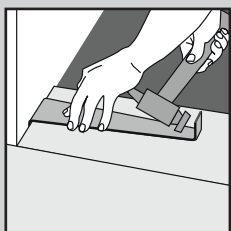

Rys. 3b
4. Rozpocząć drugi rząd, mocując pióro do wpustu metodą klik; deskę trzymać pod kątem (około 30°), a następnie wstukać deskę/plytkę ciasno we wpust pierwszego rzędu. Kolejną deskę/plytkę zamontować, ostrożnie, łączyć pióro i wpust po długiej stronie (Rys. 3). Płytki i deski należy montować przesunięte względem siebie, aby cztery kąty nigdy się nie spotykały. (Rys. 3a i Rys. 3b).